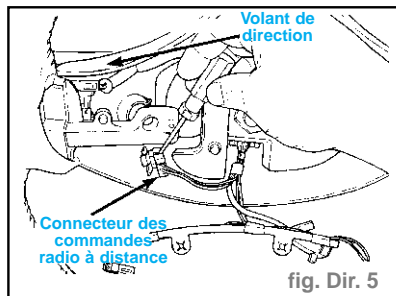

fig. Dir. 5
- Si le volant de direction est équipé de commandes radio à distance, déconnecter le câblage du dévidoir de câble. Dégager le connecteur en appuyant sur la languette, comme illustré, puis faire glisser le connecteur pour le dégager. (fig. Dir. 5)
- Connecter le fil de câblage du dévidoir de câble au connecteur de commande radio à distance. (fig. Dir. 5)